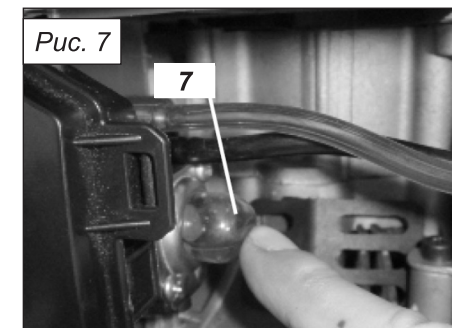

Рис. 7
3. Закачайте топливо в карбюратор, нажав 4-6 раз на кнопку подкачки топлива (п. 7, рис. 7).